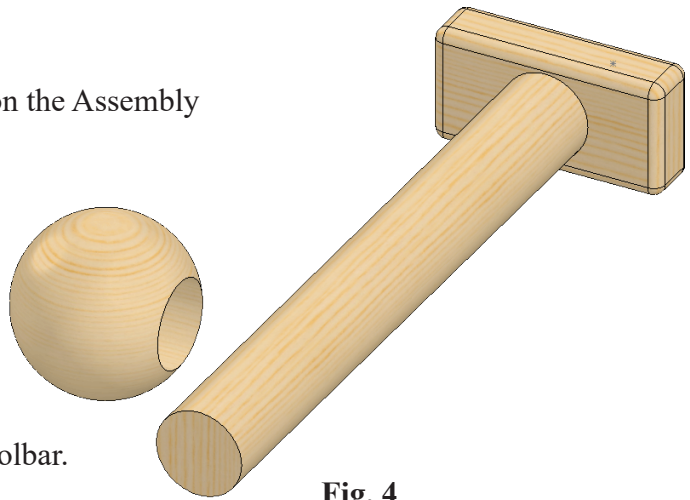

Fig. 4
Step 3. Place Knob, **Fig. 4**.